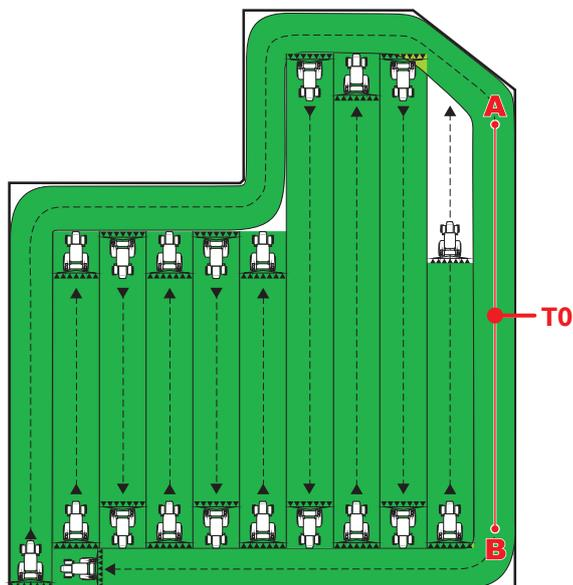
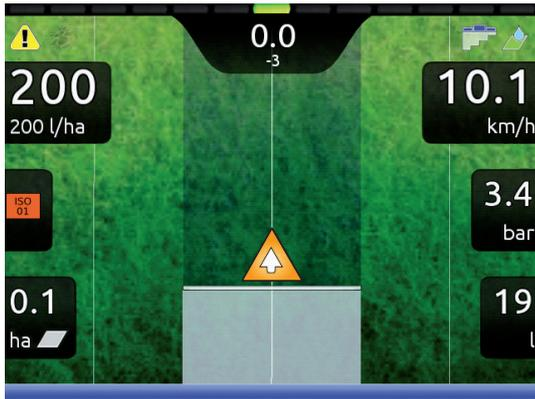

Рис. 214
Рис. 215
- После проведения прямой линии А-В (**Т0**) можно обрабатывать поле по линиям, параллельным этой линии (Рис. 214), перемещаясь по контрольным колеем, которые будут отображаться на дисплее (Рис. 215).